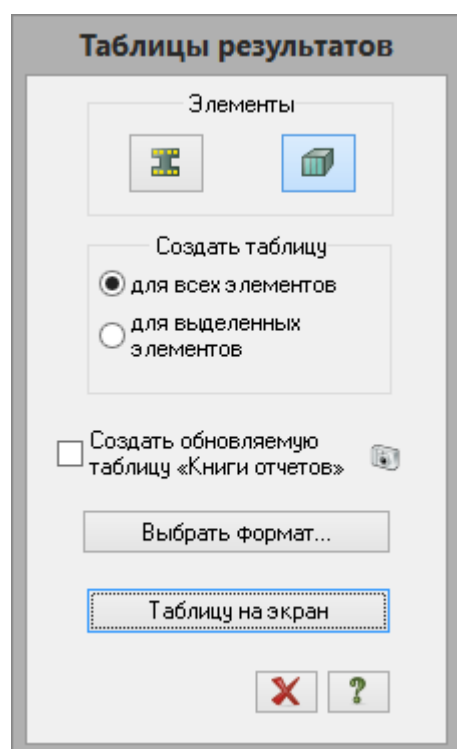

Рис.4.35. Диалоговое окно **Таблицы результатов**
- Вызовите диалоговое окно **Таблицы результатов** (рис.4.35), выбрав команду  – **Таблицы результатов для ЖБ** в раскрывающемся списке **Документация** (панель **Таблицы** на вкладке **Конструирование**).